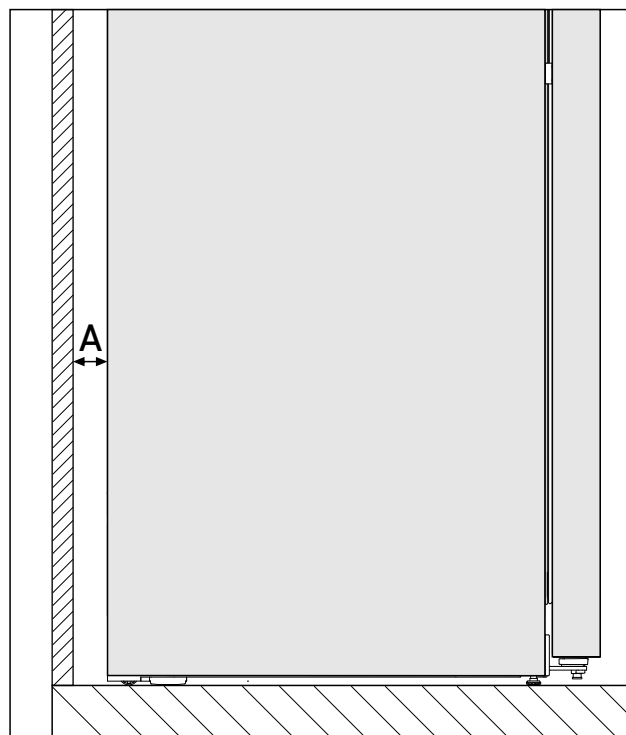

Fig. 3 \*
Spotřeba energie byla zjištěna s ohledem na vzdálenost od stěny Fig. 3 (A) mezi zadní stranou spotřebiče a stěnou. Pokud je vzdálenost od stěny menší než Fig. 3 (A), nemá to žádný vliv na funkčnost spotřebiče, avšak při menší vzdálenosti od stěny se mírně zvýší spotřeba energie.